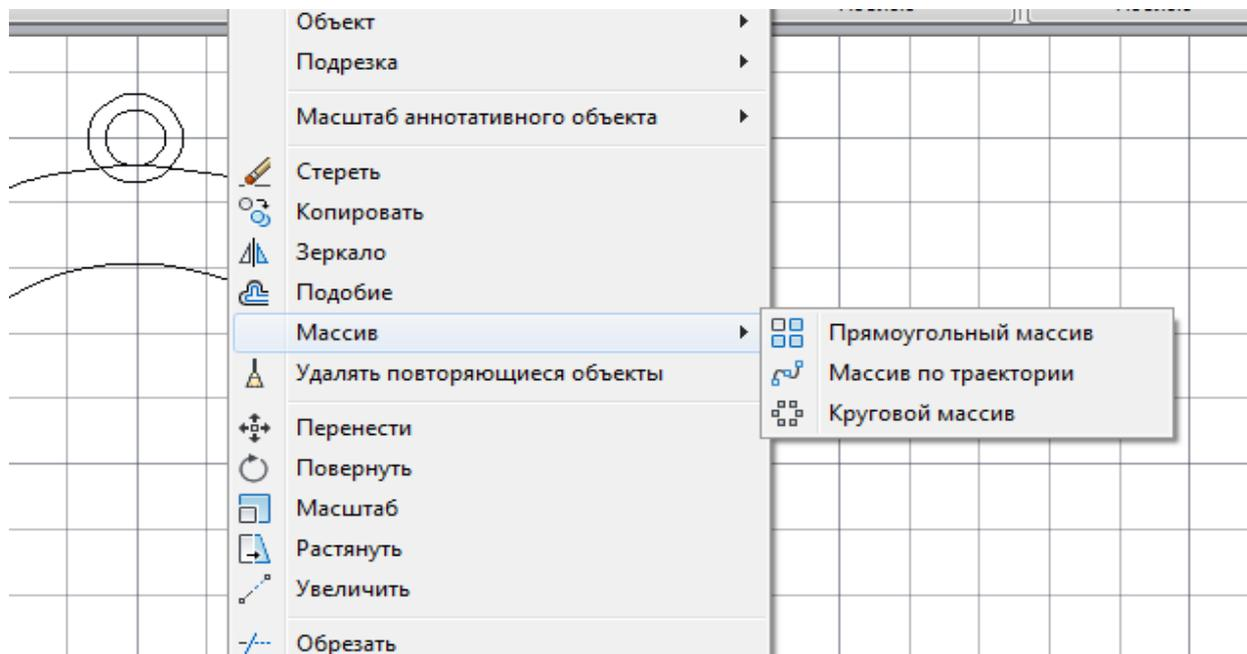

Рис.10. Команда Массив
3.2. Для AutoCAD 2012(2013). Выбрать на панели Редактирование команду: Массив (Круговой массив) Рис.10, 11. В командной строке указать базовую точку и выбрать количество элементов (8).